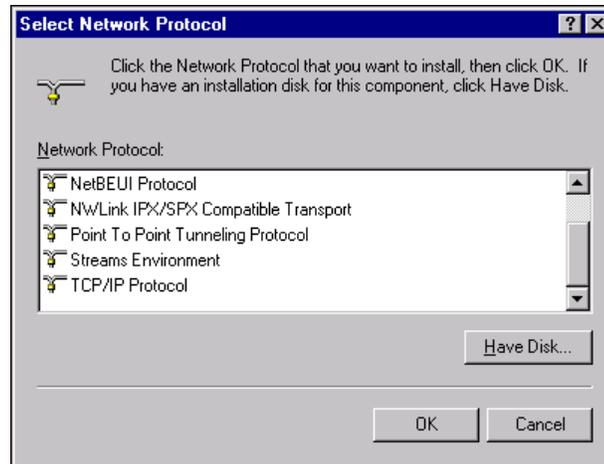

Figure 10. Boîte de dialogue de sélection du protocoles sur le réseau
- e. Si TCP/IP ne figure pas dans la liste des protocoles installés, cliquez sur Add (Ajouter). La boîte de dialogue de sélection de protocole de réseau (Select Network Protocol) s'ouvre (Figure 10).